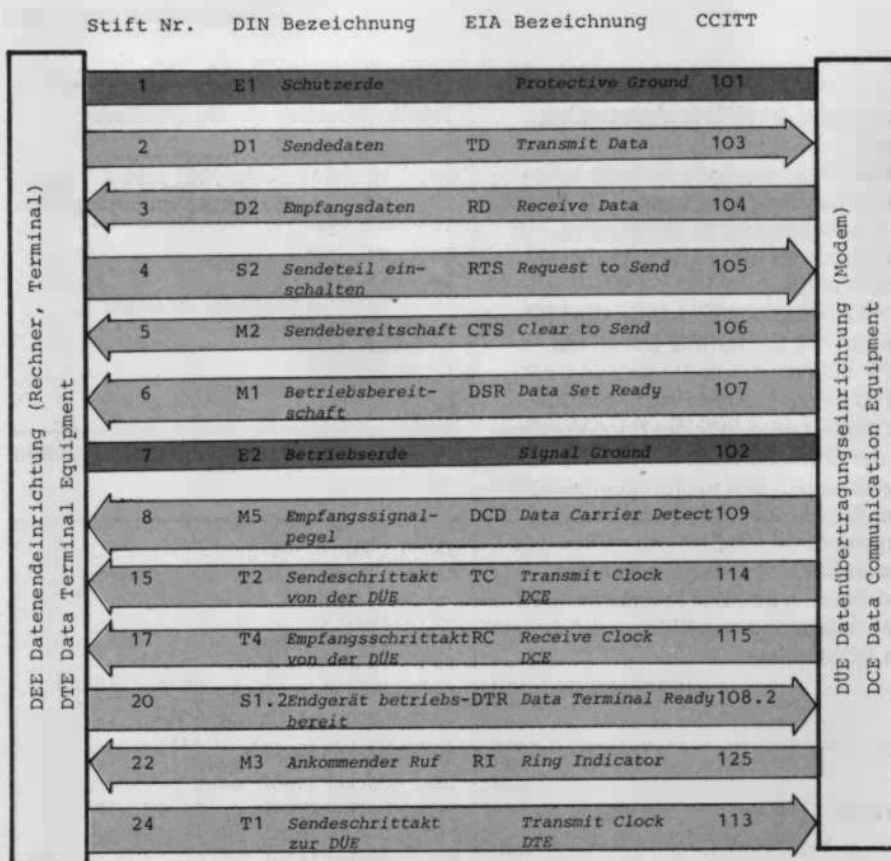

Bild 1. Schnittstellenleitungen nach DIN 66020, EIA-RS-232C und CCITT-V.24. Es sind nicht alle Leitungen aufgeführt
Die Norm RS-232C ist eine US-Industrienorm nach EIA (Electronic Industries Associates). Das internationale Pendant nach CCITT (Comite Consultativ International Telegraphique et Telefonique) ist die Schnittstellendefinition V.24/V.28. V.24 beschreibt die funktionellen, V.28 die elektrischen Eigenschaften. Bild 1 führt einige der Schnittstellenleitungen und deren Bezeichnung in den verschiedenen Normen auf. Nachstehend werden die EIA-Bezeichnungen verwendet.
Modem ist ein aus „Modulator“ und „Demodulator“ zusammengesetztes Wort. Sendeseitig wird das Datensignal auf einen niederfrequenten Hilfsträger aufmoduliert, empfangsseitig übernimmt der Demodulator die Rückverwandlung des modulierten Signals in die Datenbits. Bild 1 zeigt drei Möglichkeiten, wie man aus Daten ein tonfrequentes Signal erzeugen kann: Amplitudenmodulation (AM), Frequenzmodulation (FM) und Phasenmodulation (PM) [1].
Bild 1. Um per Telefon übertragen werden zu können, müssen die Daten in ein tonfrequentes Signal umgewandelt werden. Das kann mit Amplituden-, Frequenz- oder Phasenmodulation geschehen